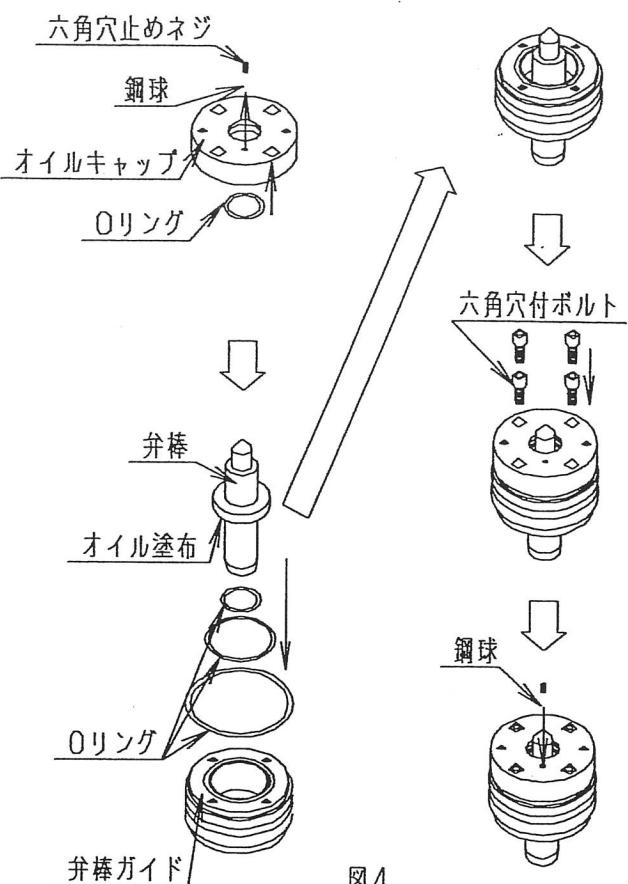

図4
- ⑥取外した部品は、きれいに洗浄し、摩耗・破損等を確認してください。また、組立の際Oリングやバックアップリングは新品に交換してください。
⑦ オイルダンパ部の組立はOリングを取り付け、弁棒のツバの裏面にオイルを塗布し、弁棒ガイドの奥まで入れオイルを充満させます。次にオイルキャップの六角穴付止めねじを緩め奥の鋼球を外してから、オイルキャップを弁棒ガイドに乗せ、六角穴付ボルト(M5)を締込み量の約8分目まで均等にねじ込みます。オイルキャップの鋼球部穴からオイルが出てきたことを確認後、鋼球を入れ六角穴付止めねじを締め、六角穴付ボルト(M5)を均等に締めます。ここで使用するオイルは、JIS K2219 ギヤ油 工業用 1種 VG 100 相当品を使用してください。(図4)
- ⑤バルブシートにはM6のタップが加工されていますので、ボルトをねじ込み引き抜きます（図4）。